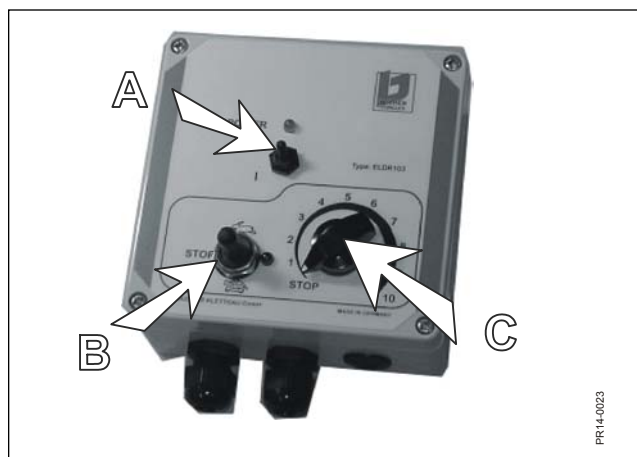

Fig. 5.3
Fig. 5.3 Strømmen slutes vha. kontakten (A), hvorefter hastighedsområdet (B) kan vælges. Figuren herunder illustrerer hvorledes forskellen på haren og skildpadden skal opfattes. Vha. drejeknappen (C) kan bundkædehastigheden nu reguleres.